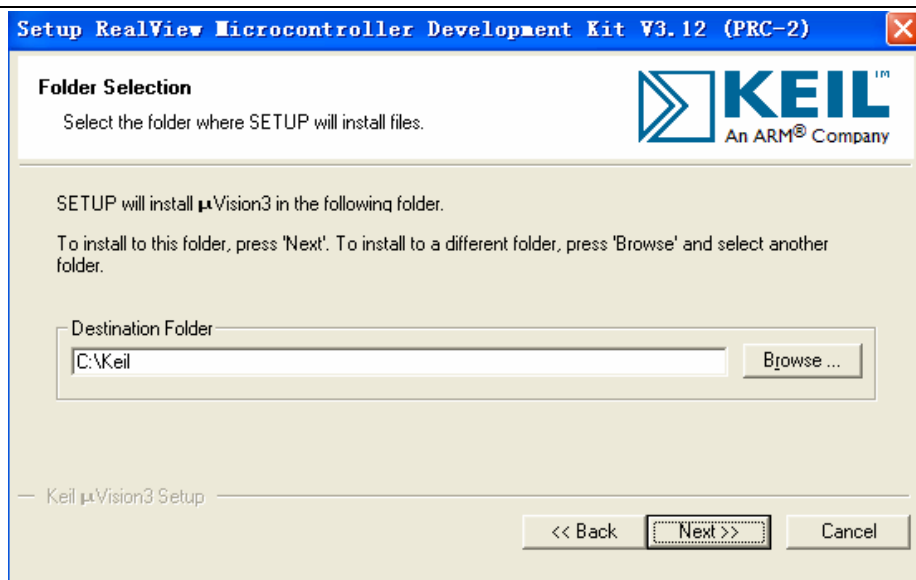

图 2-8 MDK 安装界面 3
(3) 仔细阅读许可协议，选中 I agree to all the terms of the preceding License Agreement 选项，单击 Next，弹出如图 2-8 所示对话框；